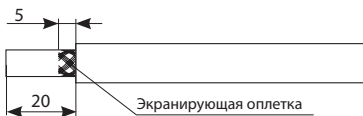

Рис. 8
5.2.1. Разрезать ножом и снять оболочку со второго конца нагревательного кабеля. Подрезать экранирующую оплетку, оставив не менее 5 мм (см. рис. 8).